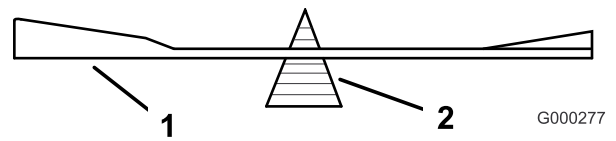
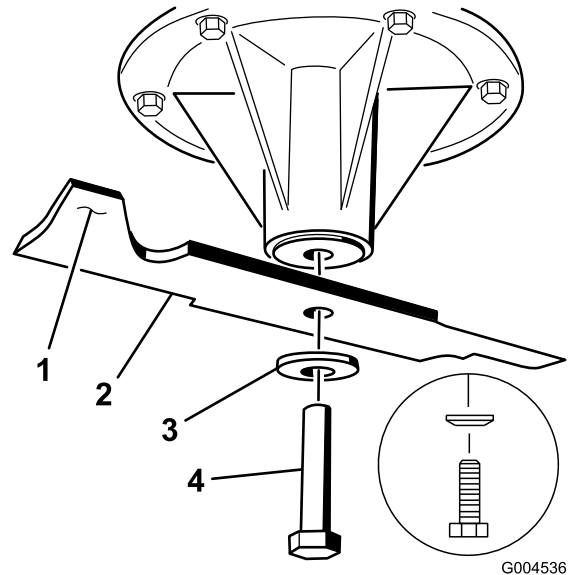

Figure 88
Figure 89
2. Retirez le boulon, la rondelle élastique et la lame de l'axe (Figure 89).
1. Placez la lame sur l'axe (Figure 89).
2. Montez la rondelle bombée et le boulon de lame. Le cône de la rondelle bombée doit être dirigé vers la tête du boulon (Figure 89). Serrez le boulon à un couple de 115 à 150 Nm (85 à 110 pi-lb).
2. Vérifiez l'équilibre de la lame en la plaçant sur un équilibreur (Figure 88). Si la lame reste horizontale, elle est équilibrée et peut être utilisée. Si la lame est déséquilibrée, limez un peu l'extrémité de la partie relevée seulement (Figure 89). Répétez la procédure jusqu'à ce que la lame soit équilibrée.